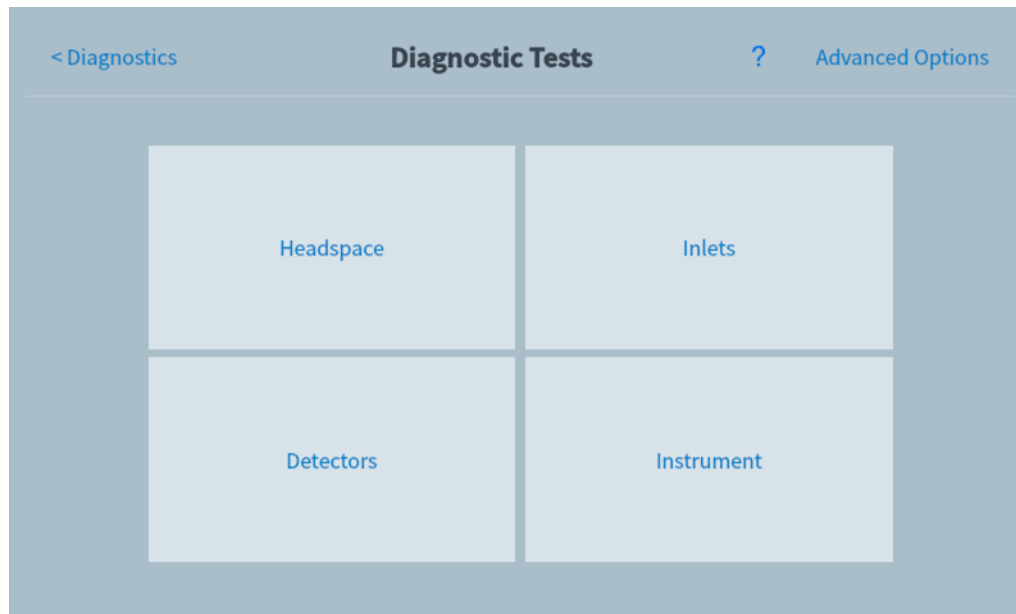

Abbildung 40. Seite „Diagnostic Tests“ (Diagnosetests)
- 2 Drücken Sie auf **Diagnostic Tests (Diagnosetests)**. Die Seite „Diagnostic Tests“ wird eingeblendet. Siehe **Abbildung 40**.